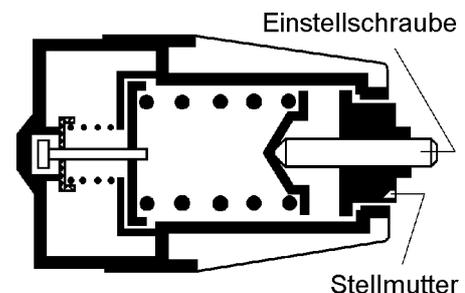

Abb. 3
Hinweis: Bei Nichterreichen des Abschaltdruckes p_2 ist der Druck an der Einstellschraube zu korrigieren, dabei ist die Stellmutter mit einem Maul-Ringschlüssel gegen Verdrehen zu sichern (siehe Abb. 3).
3.4.1. Den Anschluß 1 der Abwandlung entsprechend bis 2 bar über den Abschalt- druck p2 aus der Tabelle belüften. Den Absperrhahn 7 öffnen. Bei einem der Abwandlung entsprechenden Abschalt- druck am Manometer 7 muß an der Entlüftung Luft austreten. Nach einem der Abwandlung entsprechenden Druckabfall (Schaltspanne p3 aus der Tabelle) endet der Luftaustritt an der Entlüftung. Wird die Schaltspanne p3 nicht erreicht, so ist sie mit der Stellmutter zu korrigieren (siehe Abb. 3). Den Prüfpunkt mehrmals wiederholen. Den Anschluß 1 entlüften und den Absperrhahn 7 schließen.